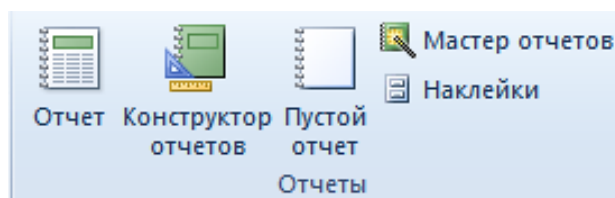

Рисунок 90 – Отчеты в Access
2. Выберите нужный режим создания отчета (например, создадим отчет с помощью *Мастера отчетов* (рисунок 90)).